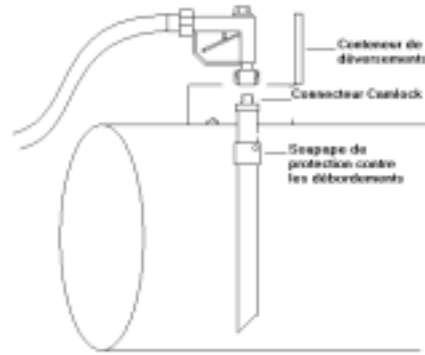

Figure 5
- Si on utilise un pistolet, un connecteur Camlock fera en sorte que l'adaptateur du pistolet s'agrippe au tuyau de remplissage (figure 5).
La figure 5 illustre un système conçu pour les livraisons par pistolets. Le raccord de remplissage est conçu pour que le pistolet s'adapte bien au raccord de remplissage sans en être empêché par le conteneur de déversements.